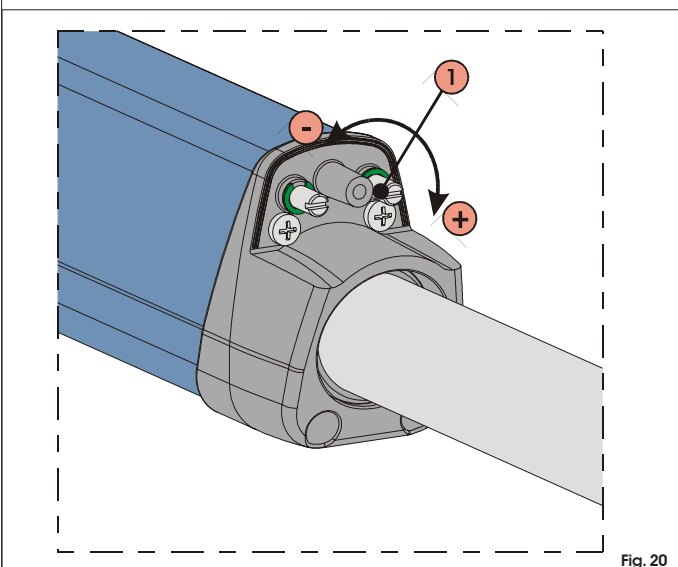

Fig. 20
- 2) Para regular el final de carrera de **cierre FCC** use el tornillo de regulación, Fig.20 ref.1, girándolo en sentido horario para aumentar la carrera del vástago y viceversa, girándolo en sentido antihorario para reducirla.